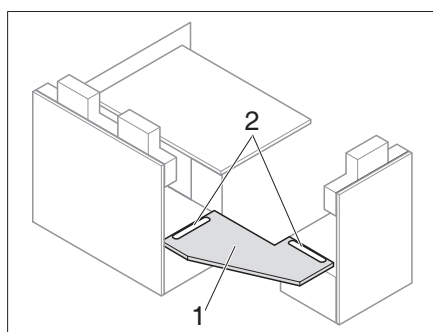
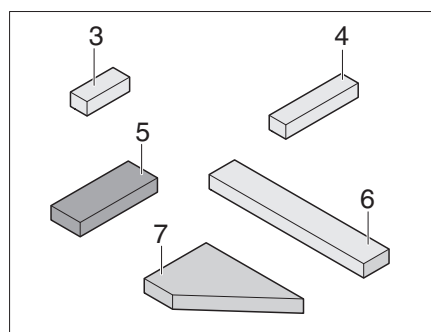
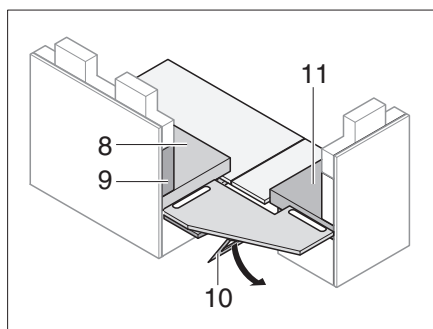
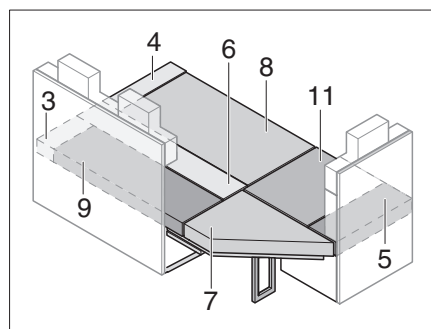

Fig. 185 Inserire il pannello di rinforzo
Fig. 186 Cuscino aggiuntivo
Fig. 187 Appoggio del pannello di rinforzo
Fig. 188 Dopo la trasformazione
- Applicare il pannello di rinforzo (Fig. 185,1) nelle scanalature (Fig. 185,2).
- Aprire il puntello (Fig. 187,10) sotto il pannello di rinforzo del divanetto (Fig. 185,1).
- Posizionare i cuscini del divano, dello schienale e aggiuntivi come illustrato in Fig. 188 (i numeri di posizione fanno riferimento a Fig. 186 e a Fig. 187).
- Aprire le prolunghe del divanetto (Fig. 185).